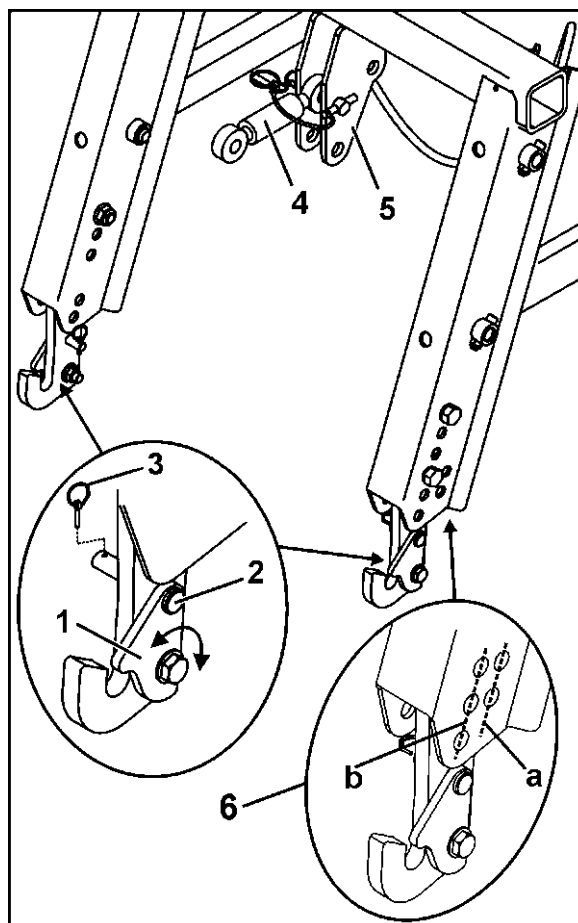

Fig. 48
- Sørg for, at sikringslaskerne (Fig. 48/1) er svinget frem før tilkobling.
4. Sving sikringslaskerne (Fig. 48/1) over liftarmenes tapper, og sørg for at sikre hver sikringslaske med en bolt (Fig. 48/2) og en ringsplit (Fig. 48/3).
5. Topstangen (Fig. 48/4) fastgøres på såmaskinens øverste koblingspunkter og på løfterammen (Fig. 48/5) med bolten og sikres med ringsplit.
Udnyt fangkrogenes (Fig. 48/6) forskellige fastskruningsmuligheder, så den efterløbende såmaskine kan fastgøres så tæt bag valsen som muligt.
- Position (Fig. 48/a) til små valser,
- Position (Fig. 48/b) til store valser.